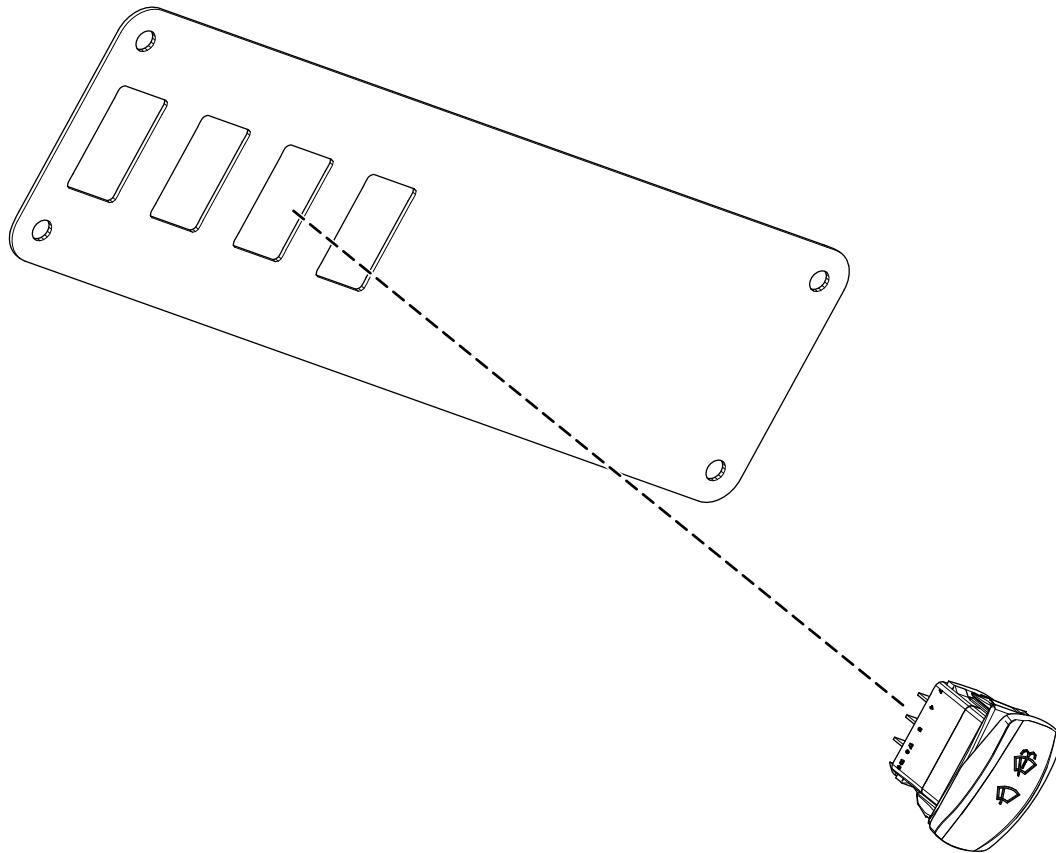

Рисунок 16
1. Установите переключатель в отверстие кронштейна переключателей консоли (Рисунок 16) из комплекта верхней консоли (модель 08130).